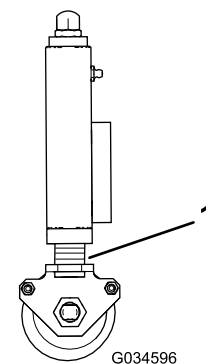

Figure 32
2. Veillez à régler toutes les unités de coupe à la même hauteur en vous aidant des anneaux indicateurs (Figure 32).